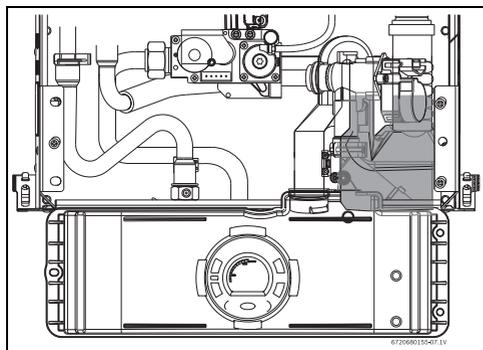

Fig. 59
- ▶ Comprobar el nivel de agua en el depósito de aguas condensados (consultar Fig. 59).